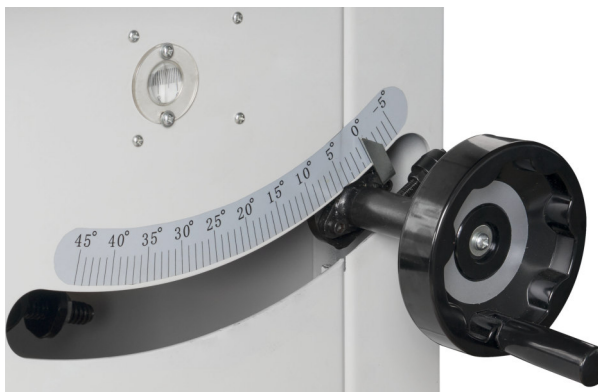

Abb. 31: Skala zur Einstellung des Neigungswinkels
Schritt 3: Die Innensechskantschraube M12x40 (a, Abb. 31) lockern und mit dem Hebel (b) die Riemen-spannung lockern.
Es ist darauf zu achten, dass der Fräser nicht mit der Abdeckung oder dem Anschlag in Berührung kommt. Der Neigungswinkel des Fräasers kann an der Skala (Abb. 31) oberhalb des Handrades für die Höhenverstellung abgelesen werden.